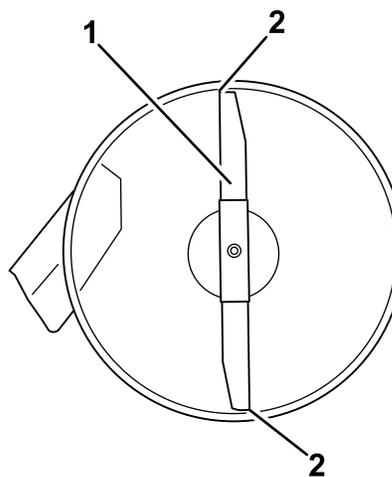

Bild 53
4. Drehen Sie die Messer vorsichtig, sodass sie in Längsrichtung zeigen (Bild 53).
5. Messen Sie zwischen der Messerspitze vorne und hinten und der ebenen Fläche (Bild 53). Stellen Sie die vordere Sicherungsmutter ein, wenn die vordere Schnittmesserspitze nicht um 1,6 mm bis 7,9 mm tiefer liegt als die hintere.
8. Prüfen Sie noch einmal die Neigung in Längsrichtung. Stellen Sie die Mutter ein, bis die vordere Schnittmesserspitze um 1,6 mm bis 7,9 mm tiefer liegt als die hintere Spitze (Bild 53).